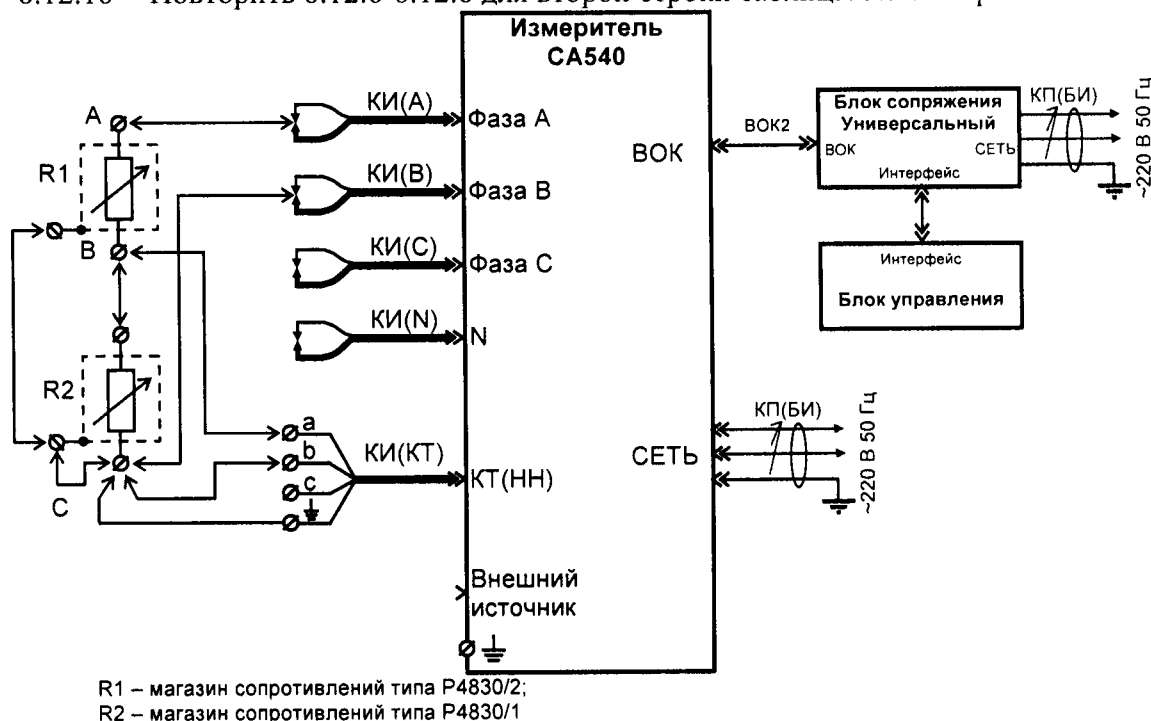

Рисунок 8.26
8.12.21 Подключить вывод "а" кабеля КИ(КТ) к точке "С" делителя, а вывод "б" кабеля КИ(КТ) – к точке "В" (рисунок 8.26).